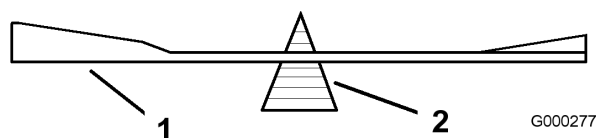

Figure 60
2. Vérifiez l'équilibre de la lame en la plaçant sur un équilibreur (Figure 60). Si la lame reste horizontale, elle est équilibrée et peut être utilisée. Si la lame est déséquilibrée, limez un peu l'extrémité de la
partie incurvée seulement (Figure 60). Répétez la procédure jusqu'à ce que la lame soit équilibrée.